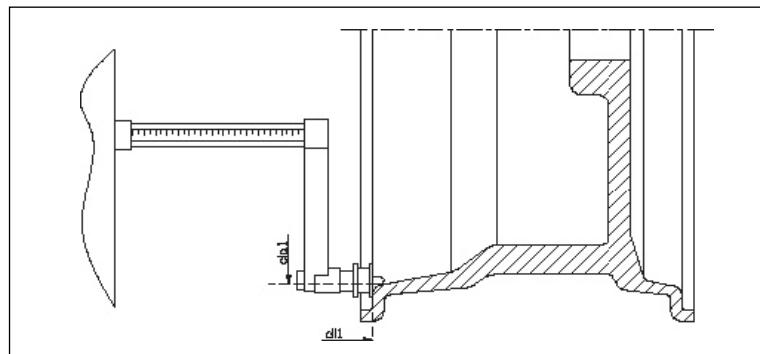

Figura F3.7 - Obtención automática de distancia de lado interior de llanta bajo el modo ALS2
- 3) Retire la regla de medición de distancia / diámetro y se apoya en el lado interior de llanta donde se quiere colocar el bloque de equilibrio. El modo ALS1 se muestra en la Figura F3.7; el modo ALS2 se muestra en F3.8;